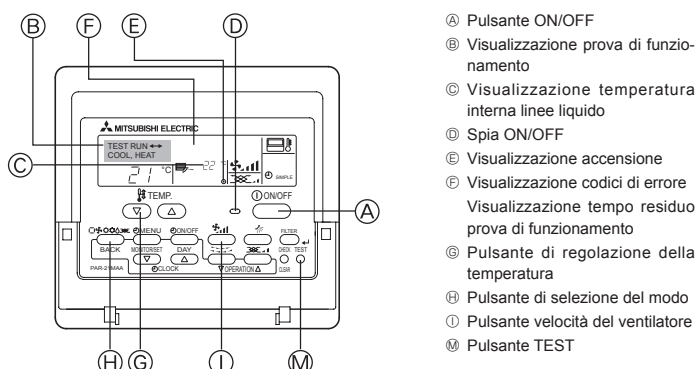

Fig. 6-1
6.2.1. Uso del comando a distanza con filo (Fig. 6-1)
- ① Inserire l'alimentazione almeno 12 ore prima della prova di funzionamento.
- ② Premere due volte il pulsante [TEST]. ➔ Display a cristalli liquidi "TEST RUN"
- ③ Premere il pulsante [Mode selection] (selezione modalità). ➔ Accertarsi che il vento venga soffiato fuori.
- ④ Premere il pulsante [Mode selection] (selezione modalità) e passare alla modalità raffreddamento (o riscaldamento). ➔ Accertarsi che il vento freddo (o caldo) venga soffiato fuori.
- ⑤ Premere il pulsante [Fan speed] (velocità del vento). ➔ Accertarsi di commutare sulla velocità del vento.
- ⑥ Controllare il funzionamento del ventilatore della sezione esterna.
- ⑦ Rilasciare il pulsante della prova di funzionamento, premendo il pulsante [ON/OFF]. ➔ Stop
- ⑧ Registrare un numero di telefono.